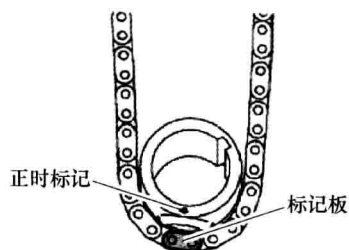

图 1-12 1 号链条橙色标记与
② 如图 1-12 所示，将 1 号链条的橙色标记板与曲轴正时链轮的正时标记对准，并将链条接合到链轮上。